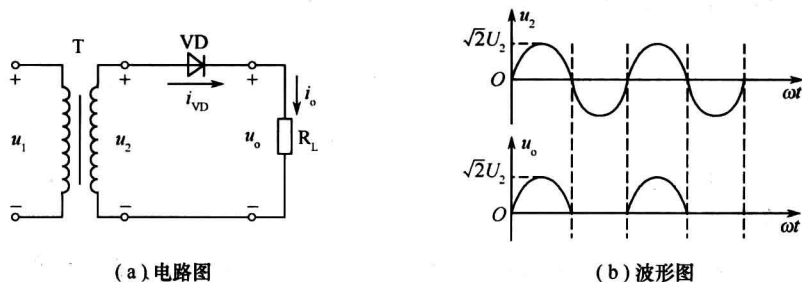

图 1-8 单相半波整流电路
如图 1-8(a) 所示, 单相半波整流电路由电源变压器 T、整流二极管 VD 和负载 R_L 组成。
这样, 在 u_2 变化的一个周期内, 负载 R_L 上得到了一个单方向半波脉动直流电压 u_o , 其波形如图 1-8(b) 所示。因此, 这种电路被称为单相半波整流电路。
(1) 负载上的直流电压 U_o : 从图 1-8(b) 可见, 虽然通过 R_L 的电压 u_o 有变化, 但其半波脉动直流平均值为
(3) 通过二极管的平均电流 I_{VD} : 由图 1-8(a) 可看出, 通过整流二极管的电流与负载电流相等, 则有
(4) 二极管承受的最大反向电压 U_{RM} : 从图 1-8(a) 还看出, 当 u_2 为负半周时, 二极管承受的最高反向电压为